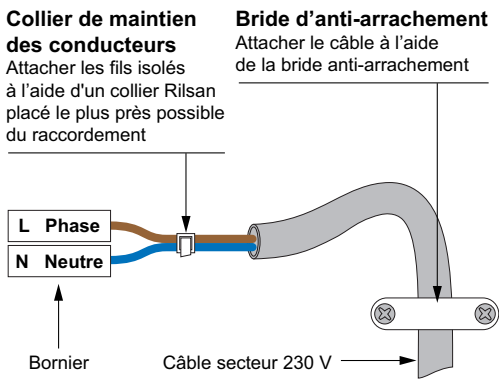

Figure 3
- Des dispositifs mécaniques doivent assurer le maintien du câble (cf. figure 3).